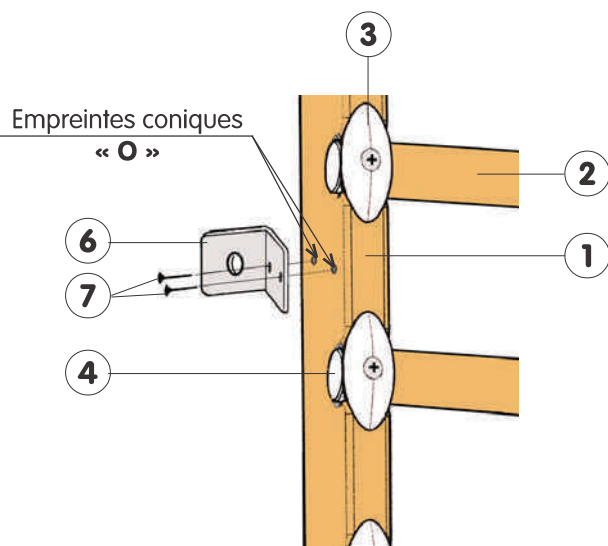

Figure 5
Masse de l'agrès (voir Fig. 5) :
- 1 - Redresser l'espalier et le positionner contre le mur en le calant à 100 mm du sol pour des raisons d'entretien (voir Fig. 5).
- 3 - Tracer la position des perçages au mur, à travers les équerres (6).